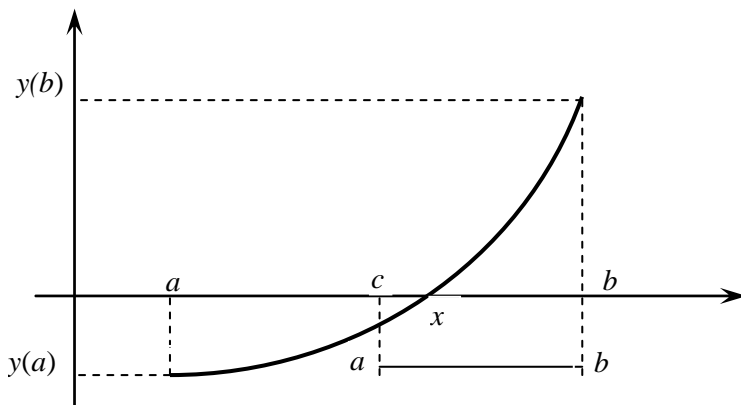

Рис. 8.1. Геометрическая интерпретация метода бисекций
**Метод половинного деления** (бисекций) основан на последовательном делении отрезка  $[a, b]$  пополам точкой  $c = (a + b)/2$  (рис. 8.1). Далее рассматриваются два отрезка  $[a, c]$  и  $[c, b]$  и определяется, в котором из них находится корень уравнения. Если  $y(a) \cdot y(c) < 0$ , то в дальнейшем решении участвует отрезок  $[a, c]$  и, соответственно, переопределяются концы отрезка ( $a = a$ ;  $b = c$ ), иначе в решении участвует отрезок  $[c, b]$ , при этом  $a = c$ ;  $b = b$ . Корень считается найденным, когда длина отрезка станет меньше заданной погрешности, т. е.  $|b - a| < \varepsilon$ .